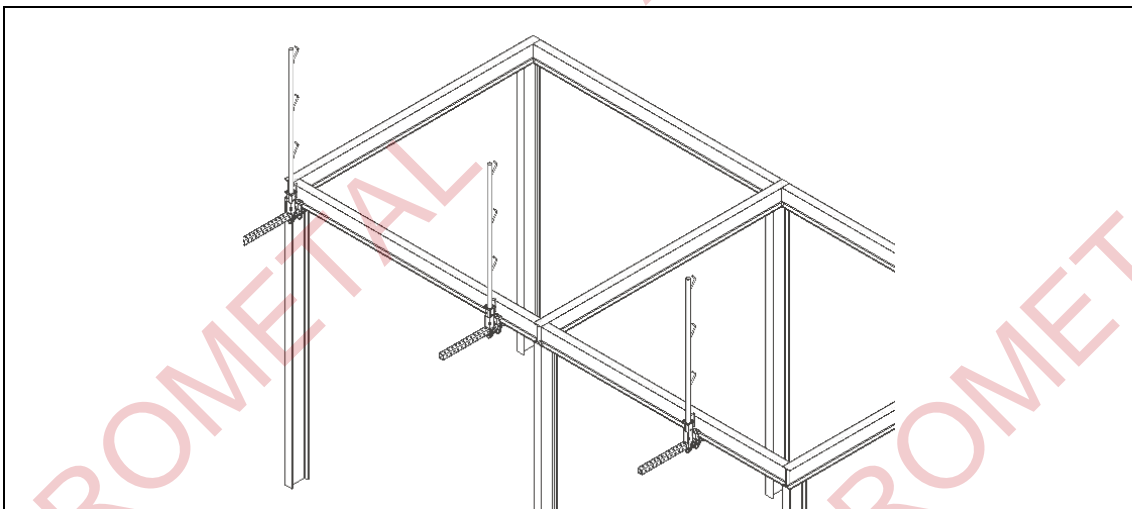
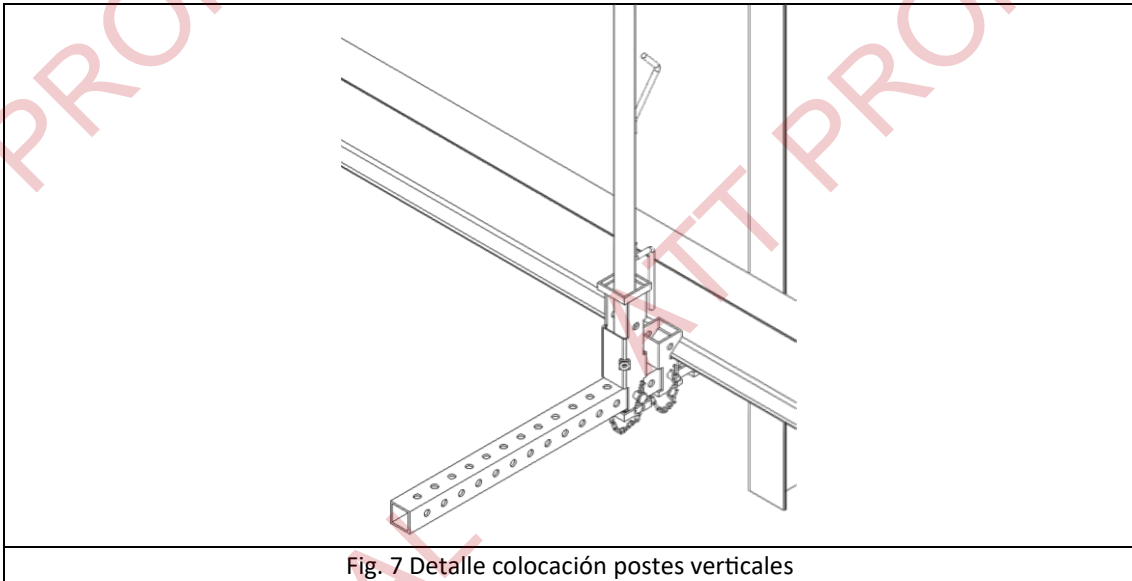

Fig. 6 Colocación de los postes verticales
Fig. 7 Detalle colocación postes verticales
4. Una vez que los soportes mordaza AL3 estén debidamente instalados en las alas inferiores de la viga metálica, se procederá a la colocación de los postes verticales de 1200, 1500 o 1700mm (Fig. 6), introduciendo los postes verticales en la base deslizante (Fig. 7).